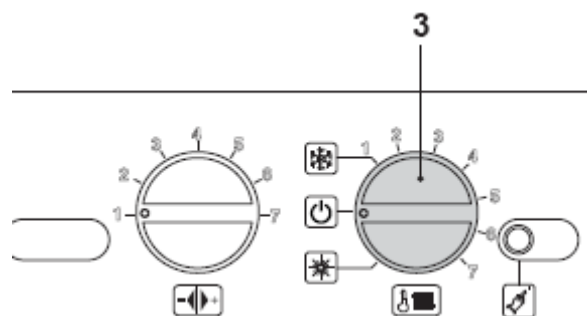

рис. 8.6
- Чтобы выйти из программирования, установите переключатель функций 3 на OFF (рис.8.6), или отключите котёл от электропитания.